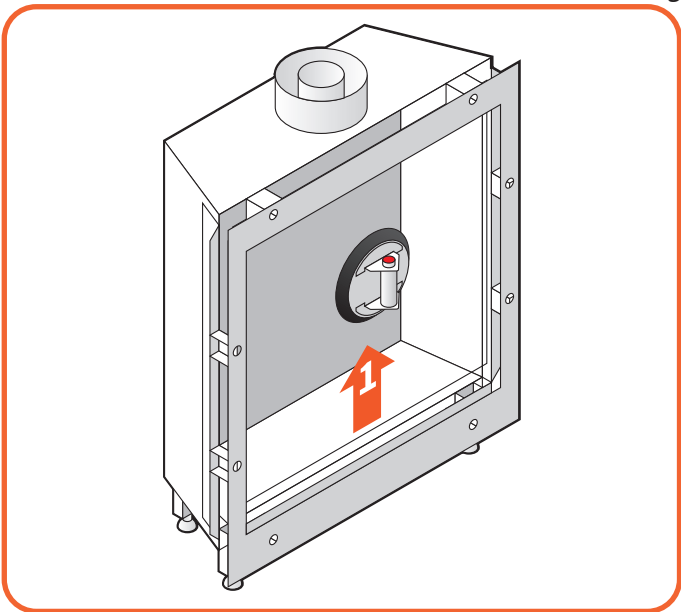
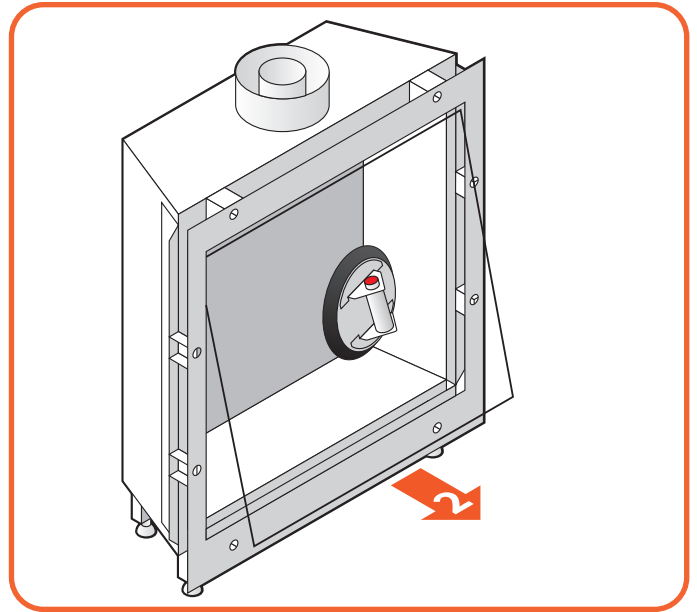

Abb. 9.8 Anlegen des Saugnapfes
Abb. 9.9 Herausnehmen der Frontscheibe
- Falls erforderlich, nehmen Sie die Seitenscheiben langsam und vorsichtig heraus (**Abbildung 9.8 & Abbildung 9.9**).